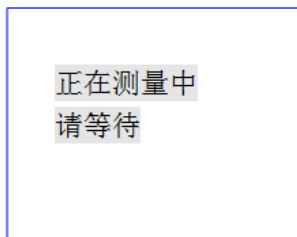

图 8 正在测量中
- ⑤ 打开“内高压允许”开关，按“确认”键，仪器开始产生高压输出，同时伴有“嘟”的提示音，此时，屏幕显示“正在测量中 请等待”，如图 8 所示。